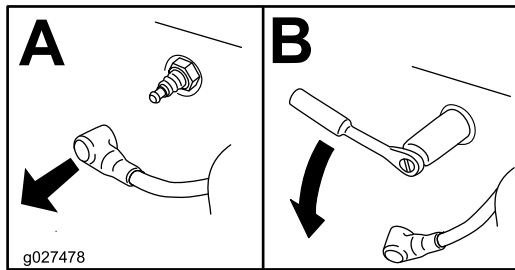

Figura 39
3. Retire la bujía (Figura 39).